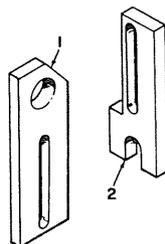

Figure 3-12. KIT, SPECIAL TOOLS
3.19 SPECIAL TOOLS (Figure 3-12) 3-12)